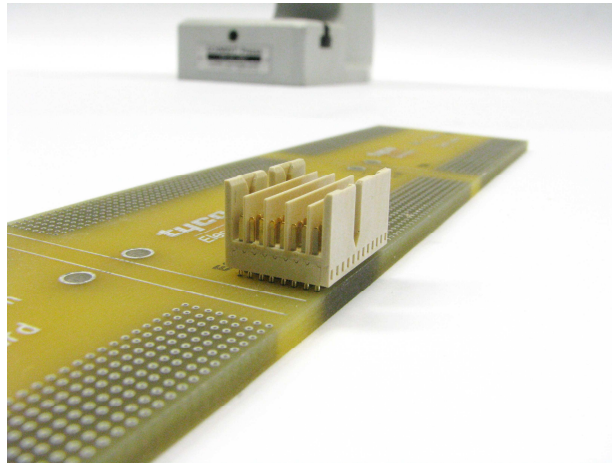

Abbildung 5
1. Als Erstes wird die Messerleiste auf die Leiterplatte gesetzt. Es ist darauf zu achten, dass alle Stifte korrekt in die vorgesehenen metallisierten Löcher eingeführt sind (siehe Abbildung 5).